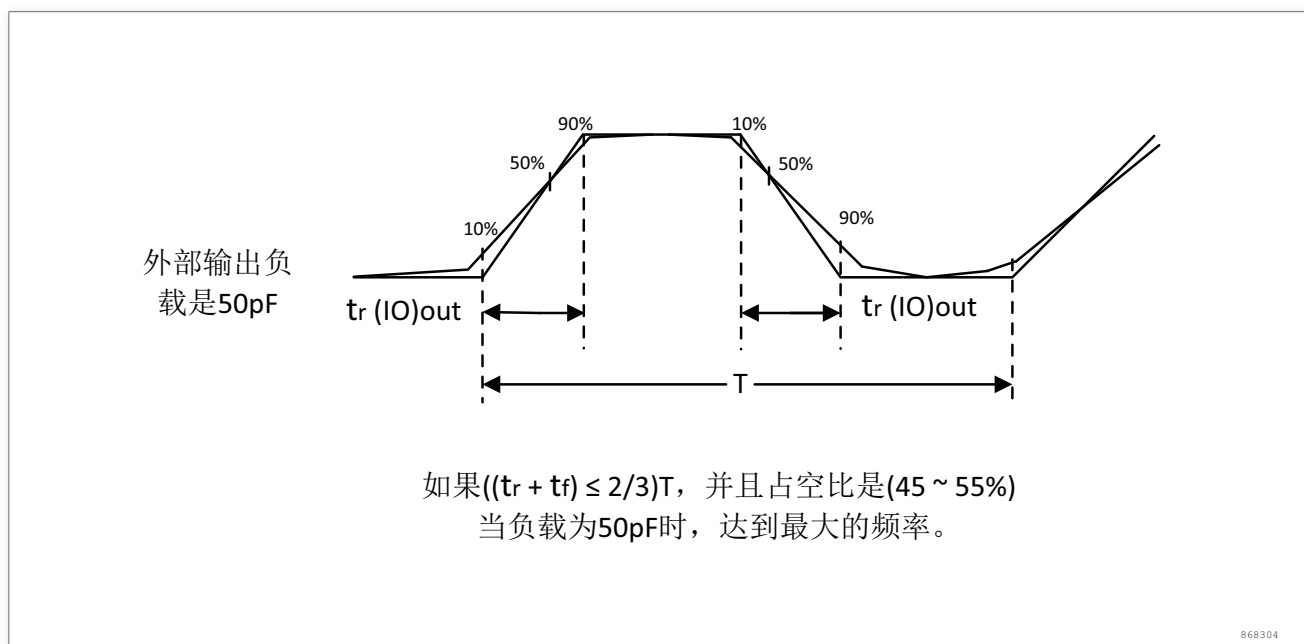

图 11. 输入输出交流特性定义
输入输出交流特性的定义和数值分别在图 11和表 29给出。
2. 最大频率在图 11 中定义。